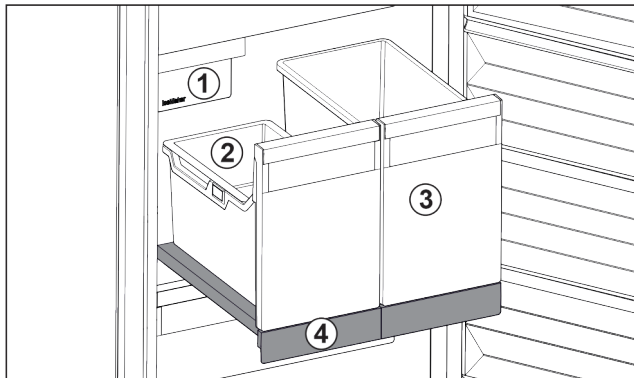

Fig. 99 Compartiment coulissant avec IceTower
Le compartiment coulissant comprend deux bacs hauts (IceTower). Le bac Fig. 99 (2) permet de recueillir et de stocker les glaçons de l'IceMaker. Les bacs Fig. 99 (3) sont conçus pour stocker des aliments hauts comme les pizzas et boissons alcoolisées.